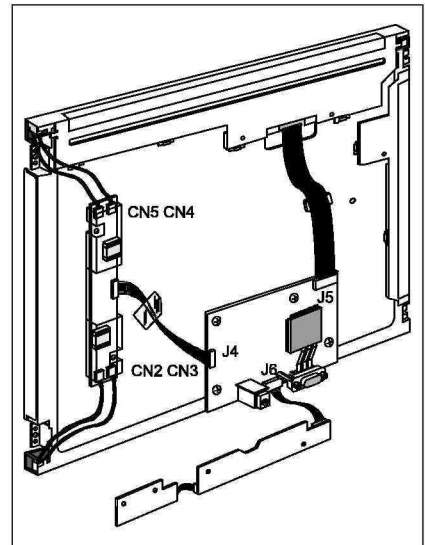

Рис. 1.2
6. Отсоединяют шлейфы от соединителей J4 и J5 (рис. 1.2 и 7), выкручивают три винта (а) и снимают плату электроники Main PCB.